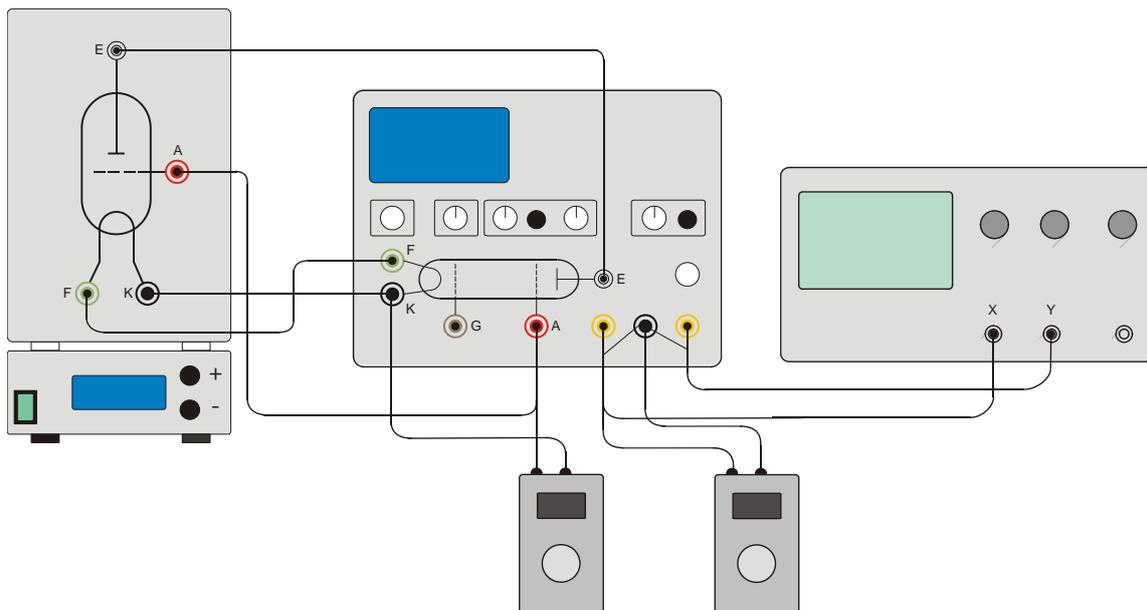

Fig. 3 Montagem da experiência com o tubo de Franck-Hertz com 2 volímetros digitais
- Conectar o voltímetro digital (U_x) e a tomada de massa (vide fig. 3).